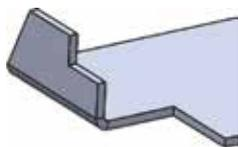

图 5.13 编辑法兰轮廓
-  **编辑法兰轮廓(O)** 按钮：用于调整钣金的正面形状，如图 5.13 所示。